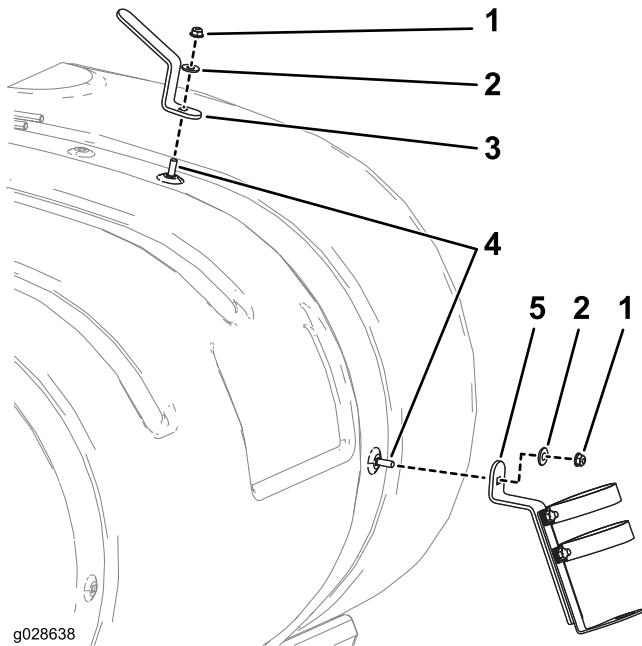

Рисунок 3
1. Ослабьте затяжку переднего хомута бака с правой стороны (Рисунок 3).
2. Установите кронштейн пистолета-распылителя в сборе с помощью каретного болта (5/16 x 3/4 дюйма), шайбы (3/8 дюйма) и контргайки (5/16 дюйма), как показано на Рисунок 3.
3. Установите крюк шланга с помощью каретного болта (5/16 x 3/4 дюйма), шайбы (3/8 дюйма) и контргайки (5/16 дюйма), как показано на Рисунок 3